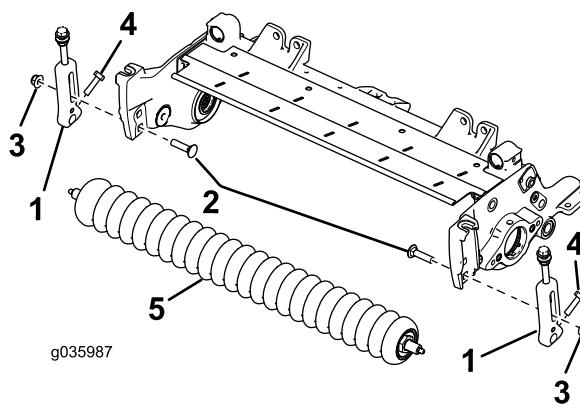

Figura 4
6. Retire los pernos de cuello cuadrado y las contratuercas que sujetan los soportes de altura de corte (ADC) a las chapas laterales de la unidad de corte (Figura 4).
7. Afloje los tornillos que sujetan los soportes de ajuste de la altura de corte al eje del rodillo delantero (Figura 4).
8. Retire los soportes de ajuste de la altura de corte y el rodillo delantero existentes de las chapas laterales de la unidad de corte (Figura 4).